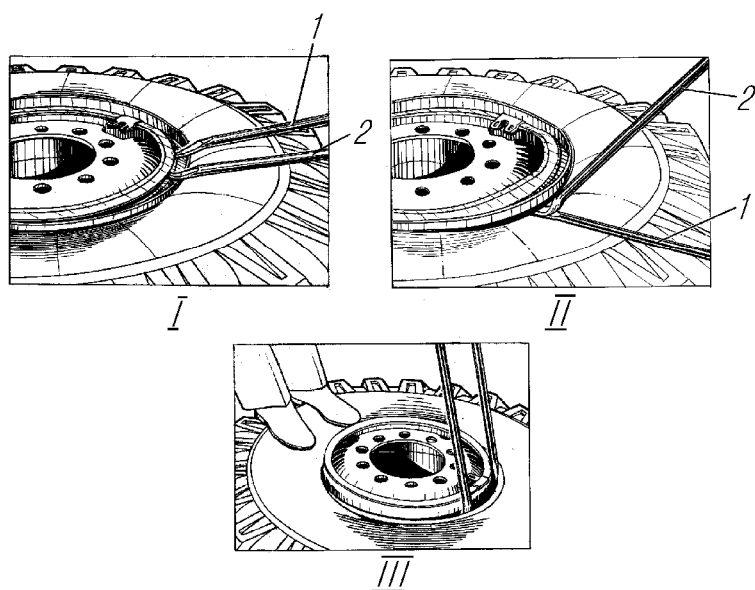

Рис. 45. Разборка колеса:
2. Снять борт шины с посадочной полки обода, для чего ввести плоский конец короткой монтажной лопатки в демонтажный паз между бортовым и замочными кольцами и отжать бортовое кольцо вниз, в образовавшийся зазор ввести рядом плоский конец второй монтажной лопатки (рис. 45, I). Нажать на обе лопатки и поочередно переставляя их по кругу на расстоянии 50- 100 мм друг от друга, несколько осадить бортовое кольцо вместе с бортом шины вниз, а затем, применяя крюкообразный конец большой монтажной лопатки, полностью снять (осадить) борт шины по всей длине с посадочной полки обода.
- затем между ней и бортовой закраиной (бортовым кольцом) завести крюкообразный конец большой монтажной лопатки так, чтобы плоский конец короткой монтажной лопатки разместился в ее пазу (допускается применять молоток) и, опираясь пяткой второй лопатки о первую, надежно зацепившись ее крюкообразным концом за бортовое кольцо, одновременно отжимая обе лопатки (рис. 45, II) осадить борт шины вниз;
- ввести плоские концы монтажных лопаток между ободом и бортом шины в зоне вентиля на расстоянии 200- 250 мм друг от друга (рис. 45, III) и, нажимая на них, переместить часть борта через посадочную полку вверх (вывести его наружу обода). При этом противоположная часть борта шины должна обязательно находиться в монтажном ручье обода;